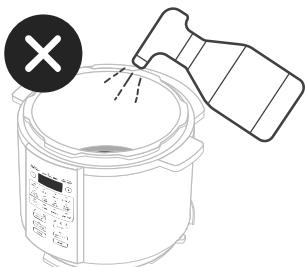

Figura 10.1
- **Non** spruzzare acqua all'interno della pentola. **[Figura 10.1]**